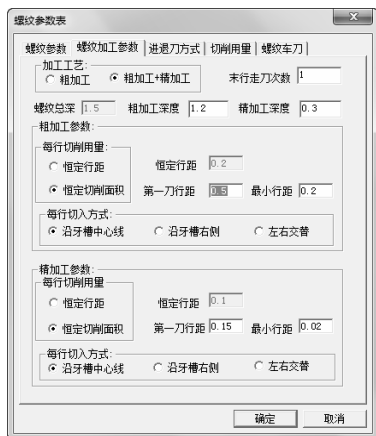

图 6-46 螺纹加工参数设定
2) 单击“螺纹加工参数”选项卡,如图 6-46 所示。设置具体参数如下:加工工艺:粗加工+精加工;末刀走刀次数:1;粗加工深度:1.2;精加工深度:0.3;粗加工每行切削用量:恒定切削面积,第一行距:0.5;最小行距:0.02;每行切入方式:沿牙槽中心线;精加工每行切削用量:恒定切削面积,第一刀行距:0.15;最小行距:0.02;每行切入方式:沿牙槽中心线。